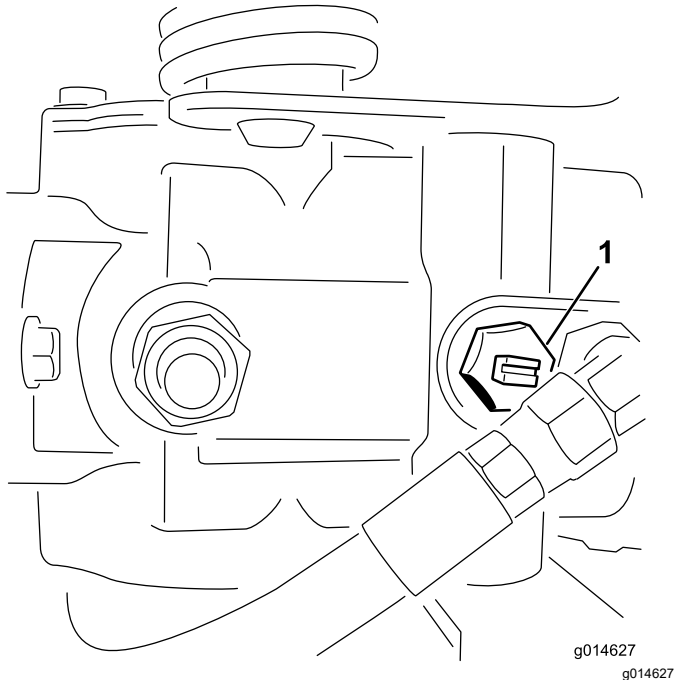

Bild 25
1. Ermitteln Sie das Sicherheitsventil an der Pumpe und drehen es so, dass der Schlitz vertikal ist (Bild 25).
2. Schließen Sie vor dem Starten des Motors das Sicherheitsventil. Drehen Sie den Schlitz des Ventils in die horizontale Stellung (Bild 25).